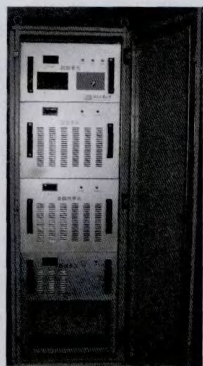
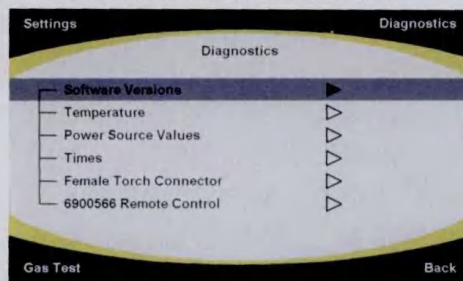

图13 VPPA-300变极性等离子焊接电源
图10 故障诊断子菜单界面
面下设定的某些参数应以百分比显示还是以绝对值显示。还能选择焊机操作界面的参数选项应采用哪种语言来显示,例如可以选择英语、德语、法语、意大利语、荷兰语和葡萄牙语等八种语言。在“System”界面下能规定焊机或焊接程序的锁闭方式,哪些人被授权使用焊机和设定密码等。在智能化外围装备管理数据库中您还能很方便地查阅各种故障诊断信息,非常迅速地知道焊机故障源在何处(见图10)。
(1) 采用15000赫兹的超频脉冲技术 采用超频脉冲焊接能获得精密、高度聚焦、功率密度大的电弧,熔深大且均匀,导热区被减小,电弧压力加大,提高了焊接速度。新的控制技术使得Invertig.Pro digital 数字化焊机的电弧获得了空前的优化。15 000 Hz超高频脉冲焊接的优点是能精密控制熔池,材料导热被有效降低,熔池在超高频作用下产生极微细、精密和极高频率的震波,高频搅拌运动使金属内部气体及其他非清洁物质被有效排出,焊缝金属内部组织结构细密而无缺陷,气孔和气泡等缺陷被有效排除,显著增加了焊缝强度。焊接0.2mm超薄板时,材料不易被穿透,超高频脉冲焊接使得采用氩弧焊接方法焊接超薄材料成为可能。当采用普通焊接方法无法获得人们所要求的那种极高质量的焊缝和高档、精细且华贵的焊缝外观时,采用超高频脉冲焊接方法则能获得令人惊讶的满意焊接效果。图11~图13示出了采用超高频脉冲氩弧焊的几个实例。例如图10示出的焊接件采用了DC氩弧对接焊,不锈钢板板厚为0.2mm,焊接脉冲频率为15 000 Hz,引弧电流被调节到10%,电流 $I_1=10A$,电流 $I_2=3A$,引弧很顺畅。